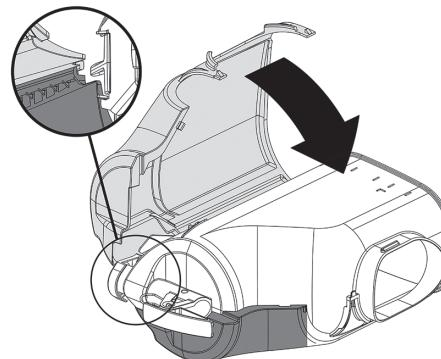
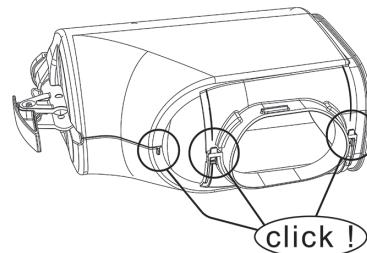

**figura 2**
**figura 3**
- 1 Apoye la parte derecha del recuperador sobre una superficie. Coloque el recipiente en su interior.(ver figura 2)(ver figura 3).